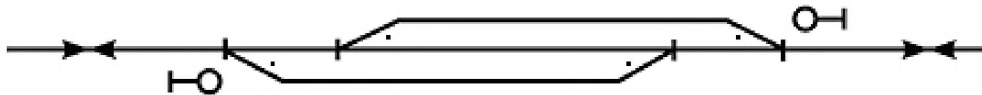

Рис. 9.1 Разъезд
**разъезды** - отдельные пункты на однопутных линиях, имеющие путевое развитие, предназначенные для скрещений и обгона поездов (рис. 9.1);